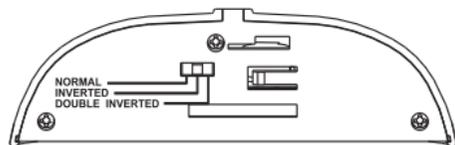
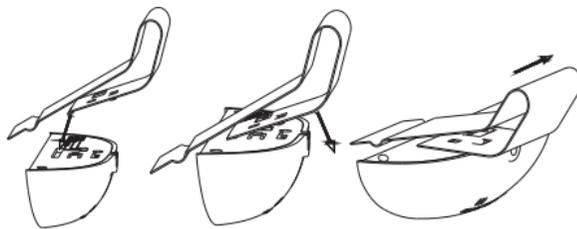

Рисунок 11.
Рисунок 12.
Переключателем, расположенным на днище дисплея (рисунок 11), выбирается режим NORMAL.
2. Инвертированный - дисплей устанавливается днищем вверх (например, под зеркалом заднего вида, на обшивку потолка над лобовым или задним стеклом). Для монтажа используется либо клеящая лента, либо монтажная пружина из комплекта (рисунок 12). Переключателем на днище дисплея (рисунок 11) выбирается режим INVERTED. Показания дисплея “переворачиваются”.
3. Дважды инвертированный - дисплей устанавливается на обшивку потолка над задним стеклом автомобиля. Для монтажа используется либо клеящая лента, либо монтажная пружина (рисунок 12). Показания дисплея считываются в отраженном виде с зеркала заднего вида. Переключателем на днище дисплея (рисунок 11) выбирается режим DOUBLE INVERTED.